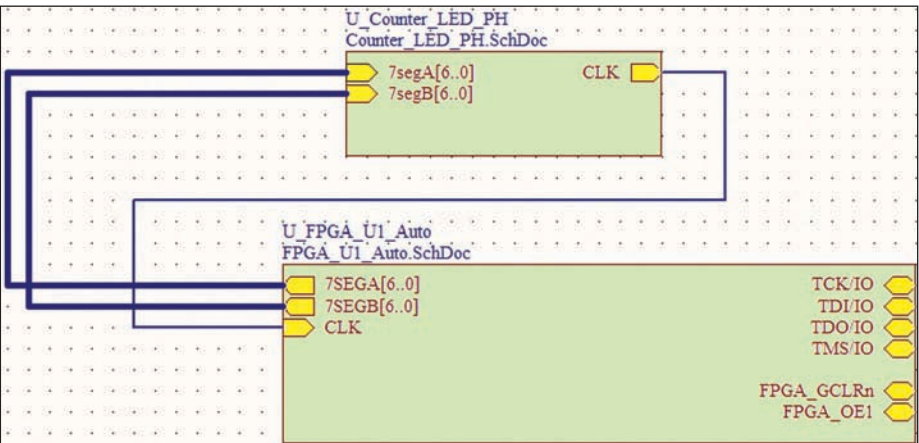

Рис. 8
- 4) *схемный документ верхнего уровня PCV-проекта*, объединяющий иерархические символы ПЛИС и "обвязки", также формируемый при объединении FPGA- и PCV-проектов (рис. 8).